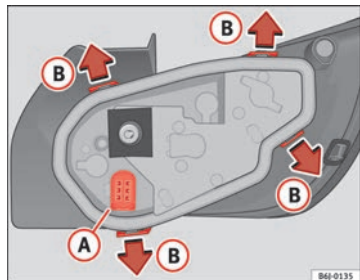

Fig. 163 Cambio lampade luci posteriori
- Togliere il portalampada, separandolo dalla scatola. Premere sulle linguette (B) nel senso indicato dalle frecce ⇒ fig. 163.